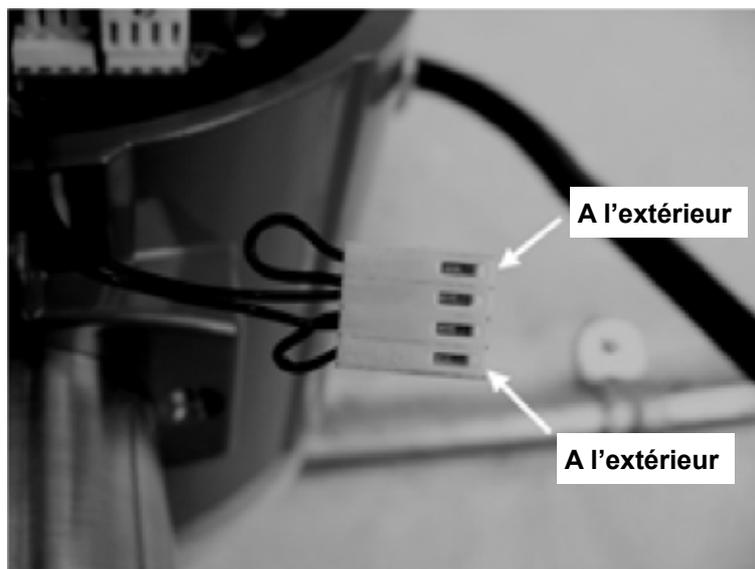

Fig. 55 - Connecteur de la sonde de température
3. À l'aide des précautions ESD et des précautions relatives aux zones dangereuses, retirez le couvercle de la fenêtre de l'enceinte électronique. Débrancher la sonde de température de la pile de l'électronique ou de la carte d'alimentation à distance. Voir figure 55. Mesurer la résistance à travers les broches extérieures du connecteur de la sonde de température. Elle doit être d'environ 1080 ohms à température ambiante (résistance supérieure à des températures plus élevées).